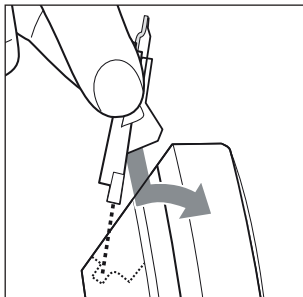

Fig. 10
- 2) Éliminez les restes de cheveux avec la brosse de nettoyage ❶❷ (comprise dans la livraison) de la tête de coupe ❶.
- 3) Tenez la tête du rasoir ❶ sous l'eau courante. N'utilisez aucun autre liquide pour le nettoyage.
- 4) Laissez la tête du rasoir ❶ sécher.
- 5) Versez quelques gouttes seulement de l'huile pour lame ❶❸ fournie sur la lame de coupe de la tête de coupe ❶ et étalez-la uniformément. Essuyez l'huile superflue avec un chiffon doux.
- 6) Introduisez l'ergot de la tête de coupe ❶ sous le bord arrière du boîtier. Poussez la tête de coupe ❶ vers le bas dans le support de l'ergot puis en avant jusqu'à ce qu'elle s'enclenche audiblement dans l'appareil (voir fig. 10).